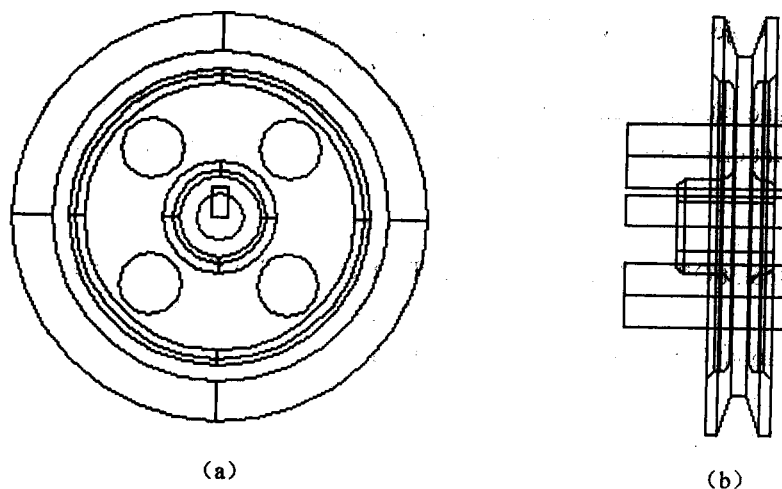

图 1-3
4. 隐藏 UCS 图标并删去辅助图线, 执行如下命令作出键槽图形如图 1-3(a)所示。